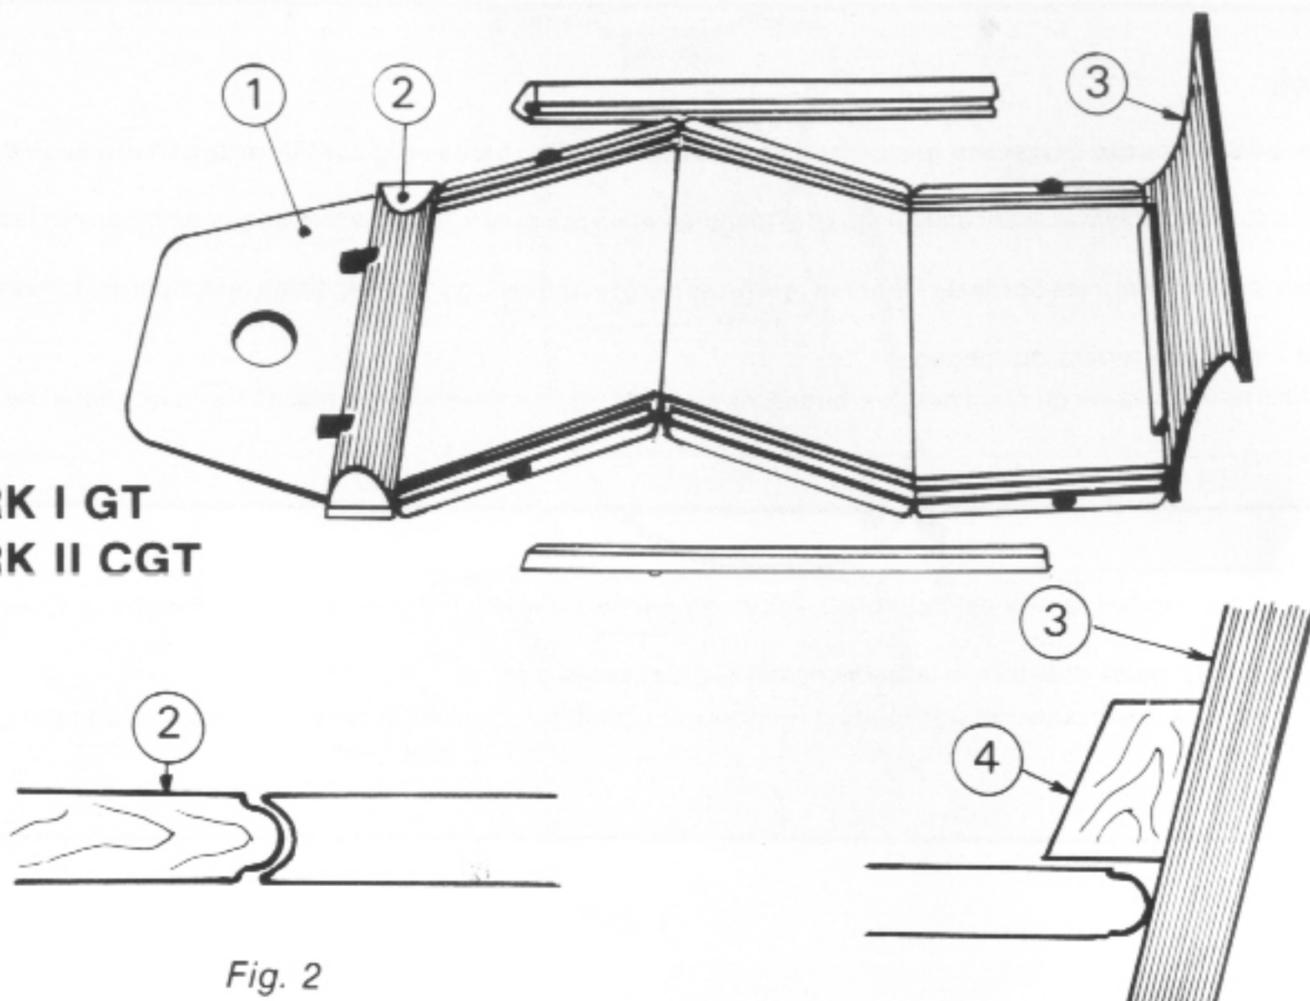

Fig. 2
- 3) Introduire le volet avant (1) devant la planche butée (2), les taquets étant vers le haut
- 4) Mettre en place l'élément N°1 contre la planche butée (fig.2)